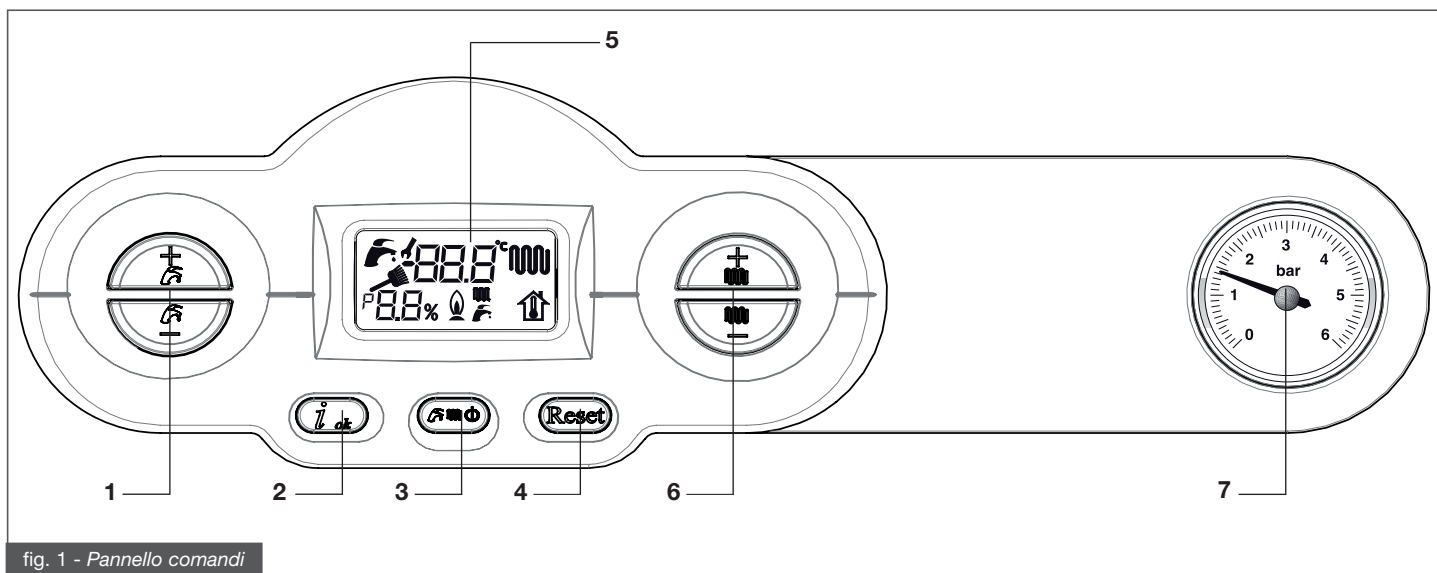
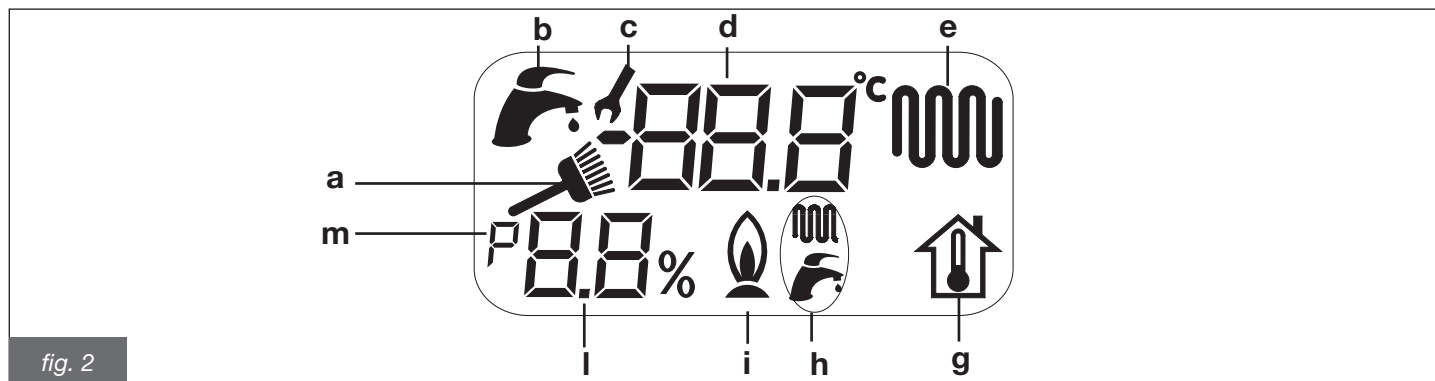

fig. 1 - Pannello comandi
fig. 2
Il display LCD visualizza lo stato della caldaia e le informazioni sul suo funzionamento (vedere fig. 2).
Si accende quando viene attivata la funzione spazzacamino (premere contemporaneamente i tasti "info" (2, fig. 1) e "reset" (4, fig. 1)). Viene visualizzata la temperatura di mandata della caldaia (l, fig. 2) e la corrente inviata al modulatore della valvola gas (d, fig. 2).
Lampeggia quando si regola la temperatura dell'acqua calda sanitaria con i tasti 1 (fig. 1).
Lampeggia quando si regola la temperatura dell'acqua di riscaldamento con i tasti 6 (fig. 1).
Con sonda esterna installata, lampeggia quando viene impostata la temperatura ambiente fittizia tramite i tasti 6 (fig. 1).
- scegliere il sistema di funzionamento della caldaia agendo sul tasto **3** (fig. 1): OFF/ESTATE/INVERNO/SOLO RISCALDAMENTO;
- impostare il valore di temperatura desiderato per l'impianto di riscaldamento per mezzo dei tasti **6** (fig. 1);
- impostare il valore di temperatura desiderato per l'acqua sanitaria per mezzo dei tasti **1** (fig. 1);
Quando l'impianto di riscaldamento richiede calore si accende il simbolo riscaldamento  (e, fig. 2).
Quando c'è presenza di fiamma, si accende il simbolo  (i, fig. 2).
Dopo un periodo di lunga inattività della caldaia, in special modo per le caldaie funzionanti a GPL, si potrebbe riscontrare una difficoltà di accensione. Pertanto, prima di accendere la caldaia, accendere un altro apparecchio a gas (ad esempio un fornello). Nonostante questo la caldaia potrà andare in blocco una o due volte. Ripristinare quindi il funzionamento della stessa premendo il pulsante "Reset" (4, fig. 1).
Durante l'impostazione della temperatura, sul display lampeggia il simbolo di riscaldamento (e, fig. 2) e viene indicato il valore che si sta impostando per la temperatura dell'acqua di riscaldamento.
Quando l'impianto di riscaldamento richiede calore sul display viene mostrato il simbolo riscaldamento (e, fig. 2, fisso) e la temperatura istantanea dell'acqua di mandata riscaldamento.
Il simbolo di bruciatore acceso (i, fig. 2) compare solo quando il bruciatore è in funzione.
Durante l'impostazione della temperatura, sul display lampeggia il simbolo sanitario (b, fig. 2) e viene indicato il valore che si sta impostando per la temperatura dell'acqua calda sanitaria.